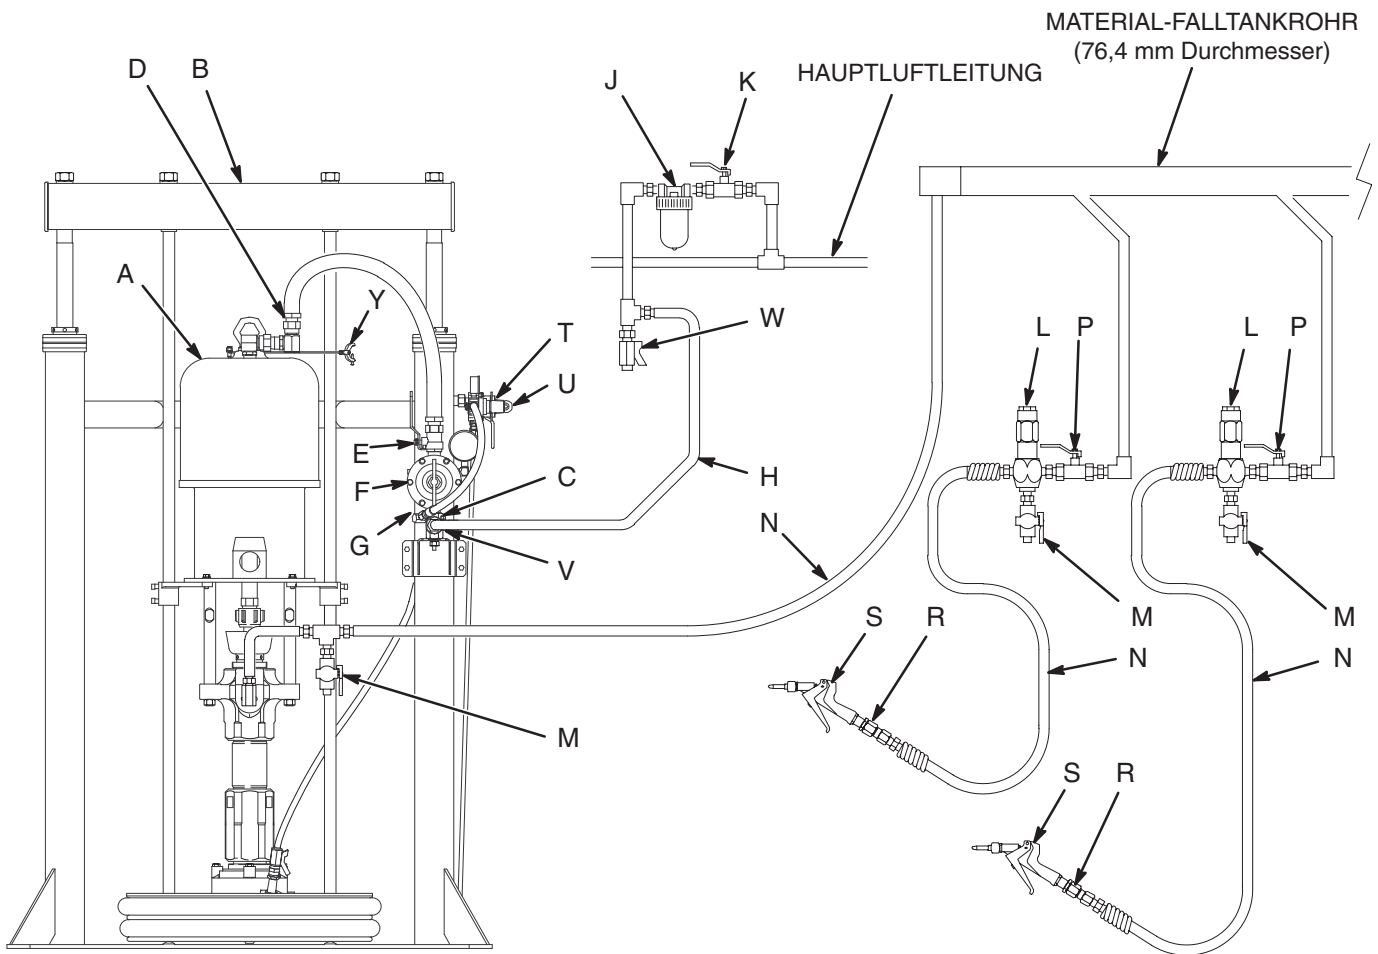
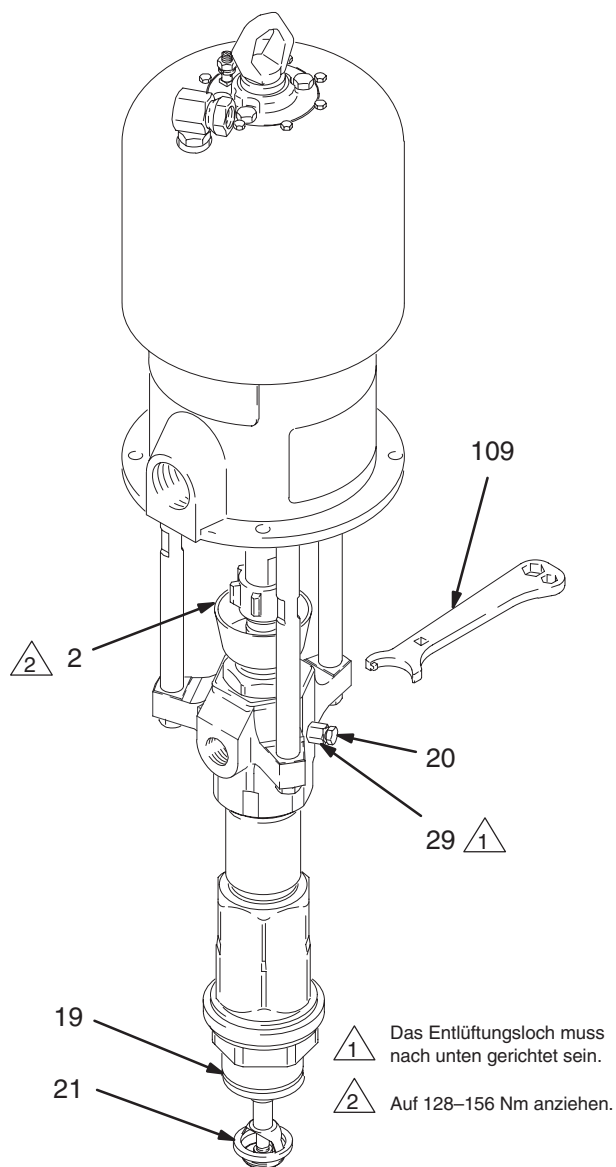

Abb. 3
Abb. 5
Die Pumpe (A) in geeigneter Weise befestigen. Abb. 3 auf Seite 8 zeigt eine Ram-montierte Pumpe in einem Verteilersystem mit mehreren Pistolen. Informationen zu den Pumpenmaßen und den Montagebohrungen sind auf Seite 49 zu finden.
Die nachfolgenden Zubehörteile so installieren, wie dies in der Abb. 3 gezeigt wird. Falls nötig, Adapter verwenden.
Die folgenden Zubehörteile an den in Abb. 3 und 4 gezeigten Stellen installieren und bei Bedarf Adapter verwenden:
- Ein **Druckentlastungsventil (M)** in der Nähe der Pumpenmaterialauslassöffnung und an jeder Pistole installieren. Die Entlastungsventile werden im System benötigt, um den Materialdruck in Unterpumpe, Schlauch und Pistole zu entlasten (siehe **WARNUNG** links). Entlastungsventile an der Pistole können mit einem Adapter unten in einen **Materialregler (L)** eingebaut werden.
- **Ein Materialregler (L)** regelt den Materialdruck zur Pistole und dämpft die Druckschwankungen.
- **Spritzpistole oder Extrusionsventil (S)** zum Verteilen des Materials. Die in Abb. 3 dargestellte Pistole ist eine Hochdruck-Pistole für sehr viskose Materialien.
- **Pistolendrehgelenk (R)** für größere Pistolenbeweglichkeit.
Vor dem Starten die Packungsmutter (2) zu 1/3 mit Graco TSL-Flüssigkeit oder einer verträglichen Lösung füllen. Siehe Abb. 5.
2. Siehe Abb. 3. Luftregler (F) schließen.
4. Metallteil der Pistole/des Extrusionsventils (S) fest gegen die Seite eines geerdeten Metalleimers drücken und den Abzug geöffnet halten.
8. Wenn sich die Pumpe nicht vollständig füllt, den Ablassventilstopfen (20) etwas öffnen. Die Luftöffnung an der Unterseite des Ventilkörpers (29) als Entlüftungsventil verwenden, bis das Material aus der Öffnung austritt. Siehe Abb. 5. Den Stopfen schließen.
- HINWEIS:** Wenn die Materialbehälter gewechselt werden müssen und der Schlauch und die Pistole bzw. das Ventil bereits gefüllt sind, den Ablassventilstopfen (20) öffnen, um dadurch das Entlüften der Pumpe zu unterstützen und Luft abzulassen, bevor diese in den Schlauch gelangen kann. Den Stopfen schließen, wenn die gesamte Luft abgelassen wurde.
10. Mit einem Luftregler (F) können Pumpengeschwindigkeit und Materialdruck geregelt werden. Stets den geringsten Druck verwenden, der zur Erzielung der erwünschten Ergebnisse notwendig ist. Ein höherer Druck verursacht vorzeitigen Verschleiß von Düse und Pumpe.